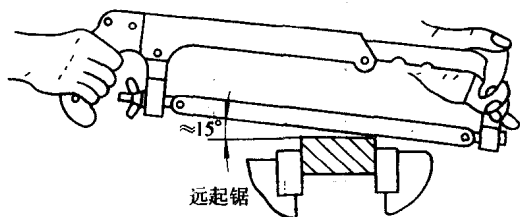

图 1-1-21 远起锯
- 1) 远起锯 如图 1-1-21 所示。锯齿逐步切入工件，不易被卡住，起锯方便，易掌握。